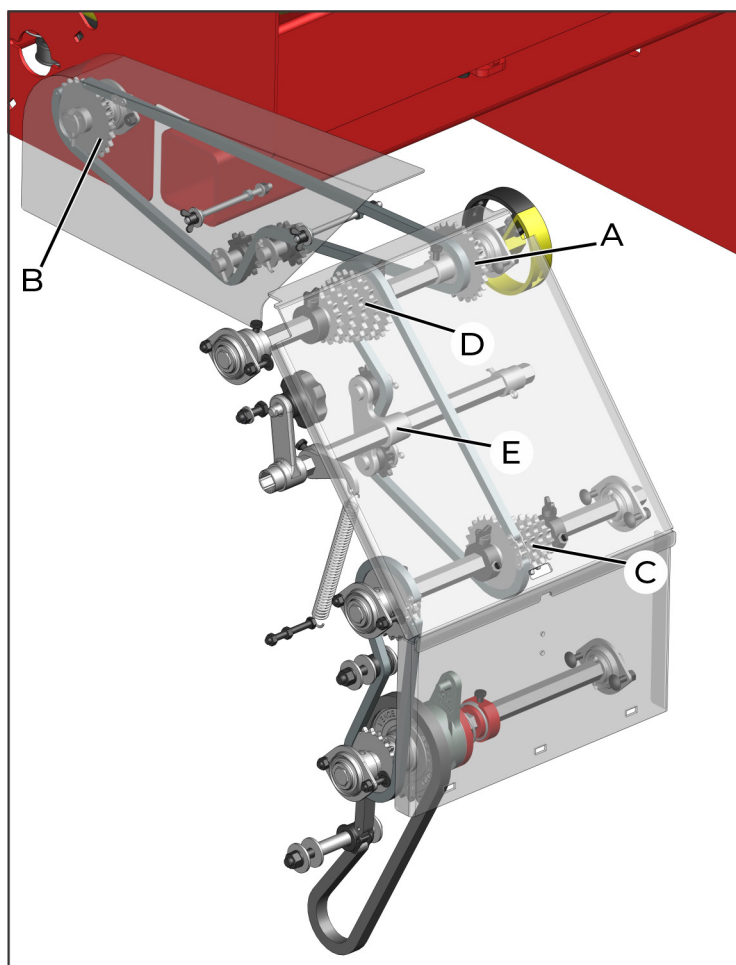

fig. 14
La regulación de las cantidades de El abono en Kg/ha se realiza mediante el intercambio de piñones motrices (A) (fig. 14) y piñones impulsados (B) (fig. 14), del “pinito” motriz (C) y del movido (D) (fig. 14).
Para regular los «pinitos» es necesario aflojar el tensor (E) (fig. 14).